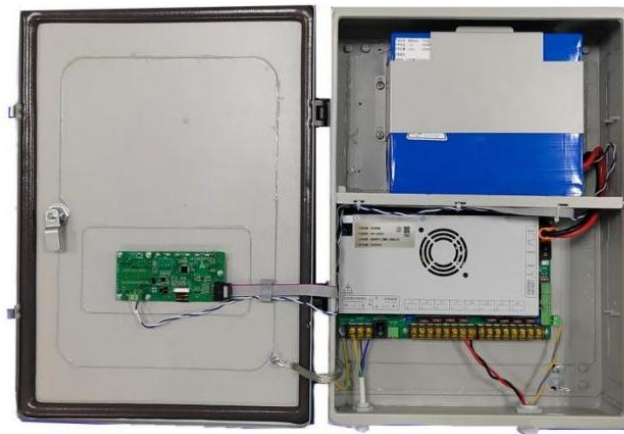

图 5-1 电池安装示意图
- (1) 把电池放入机箱，电池线穿过电池托盘孔，安装电池固定支架，固定电池，如图 5-1；